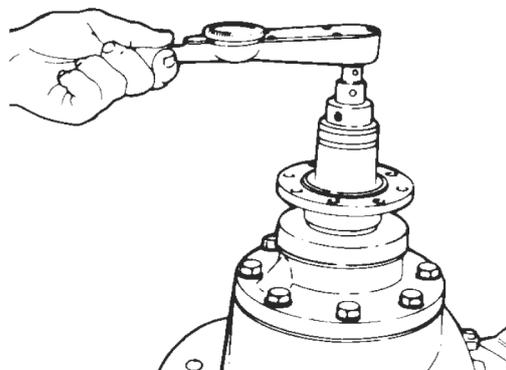

Figura 75
- 6. Com um torquímetro na porca do pinhão, verifique o valor do torque resistivo (pré-carga) para girar o pinhão. Aumente se necessário, o torque aplicado na porca do pinhão (até o limite máximo permitido), para atender os valores especificados. (figura 75).